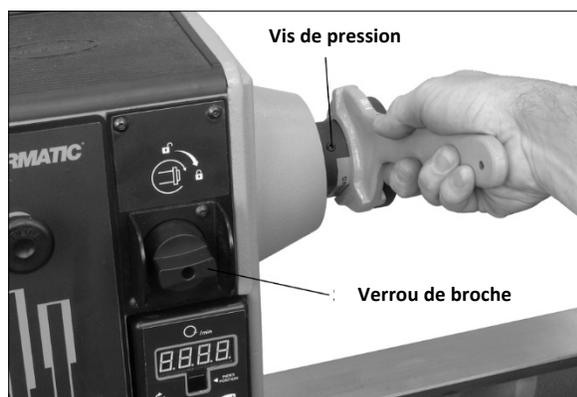

Figure 8-8 : tête
3. Tourner l'interrupteur de blocage de la broche (Figure 8-8) et tourner le volant légèrement jusqu'à ce que le blocage s'enclenche avec la broche.
AVERTISSEMENT À tout instant, si la rotation de la broche est *inversée*, s'assurer que les deux vis de calage de la tête sont bien serrées! L'une d'entre elles est illustrée à la figure 8-8. Le non-respect de cette consigne peut desserrer la tête par rapport à la broche de la poupée fixe.
5. Pour *retirer* la tête, desserrer les deux vis de calage (Figure 8-8). Engager l'interrupteur de blocage de la broche et faire tourner la tête dans le sens antihoraire avec la clé à tête, comme cela est illustré.
AVERTISSEMENT Lors d'un tournage avec une têtère, s'assurer que les deux vis de calage sur la têtère sont bien serrées (voir figure 8-8) avant d'inverser la direction de rotation de la broche. Le non-respect de cette consigne peut dévisser la têtère de la broche.